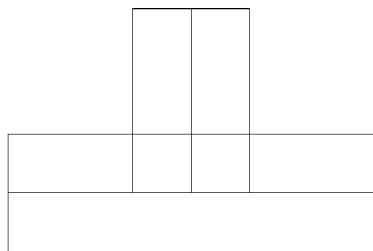

图 12-34 移动圆柱体
4) 单击状态栏的【正交模式】按钮 ，启用正交模式，单击【常用】功能区 | 【修改】选项板 | 【移动】按钮  移动，将绘制的竖直圆柱体向上移动 8，向右移动 25，如图 12-34 所示。